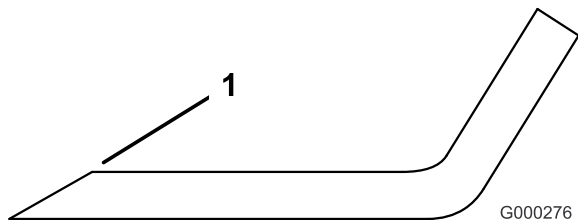

Figura 75
1. Affilate il tagliente da entrambe le estremità della lama (Figura 75). Rispettate l'angolazione originale. La lama conserva il proprio equilibrio soltanto se viene rimossa una quantità uguale di materiale da entrambi i taglienti.